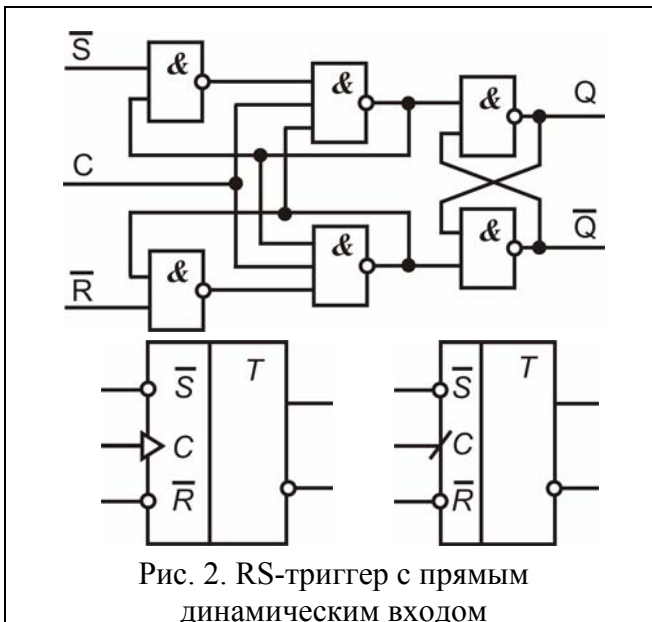
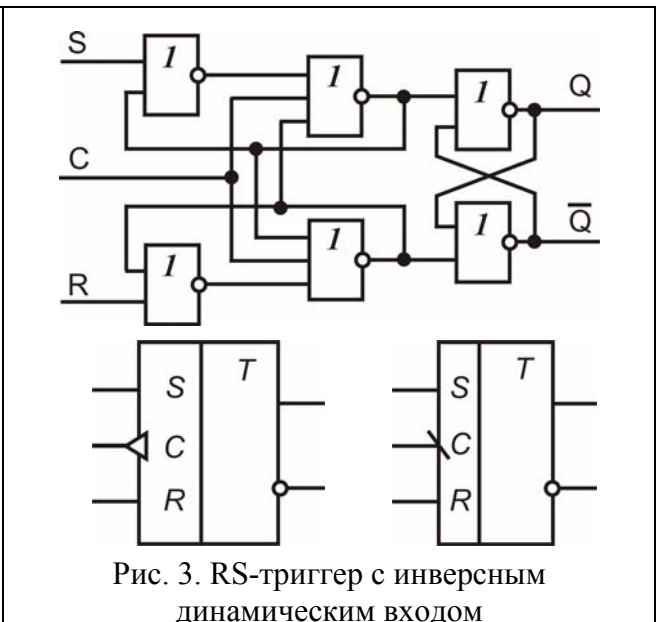

Рис. 2. RS-триггер с прямым динамическим входом
Рис. 3. RS-триггер с инверсным динамическим входом
В триггерах с динамическим управлением переключение осуществляется по переднему (переход из 0 в 1) или по заднему (переход из 1 в 0) фронту синхросигнала C. В первом случае говорят, что у триггера прямой динамический вход (рис. 2), во втором случае – инверсный (рис. 3).
3. В EWB собрать синхронный RS-триггер с прямым динамическим входом согласно рис. 2. Измерить таблицу истинности. Убедиться в том, что переключение происходит только по переднему фронту импульса C.